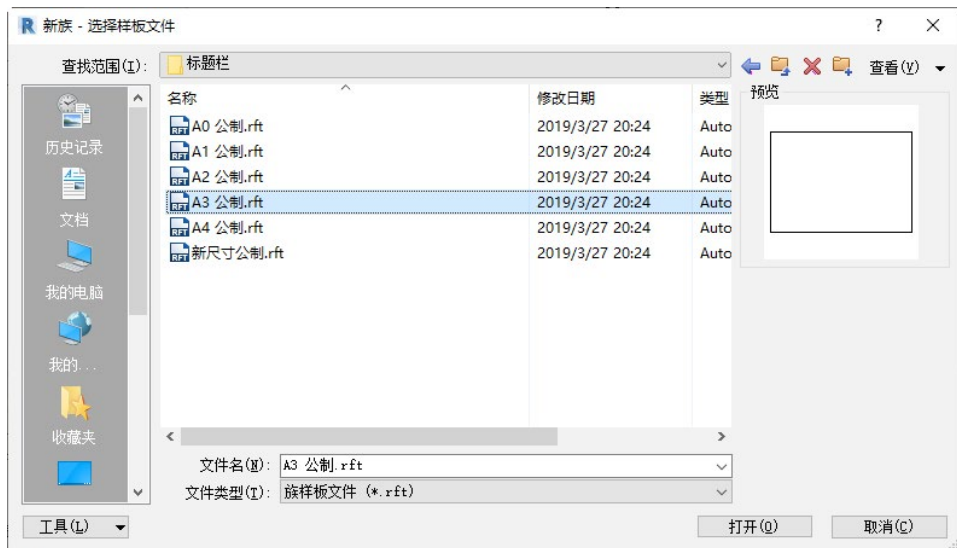

图 3-24 “新族 - 选择样板文件”对话框
(1) 在主页中单击“族”→“新建”或单击“文件”程序菜单→“族”→“新建”命令，打开“新族 - 选择样板文件”对话框，选择“标题栏”文件夹中的“A3 公制.rft”为样板族，如图 3-24 所示，单击“打开”按钮进入族编辑器，视图中显示 A3 图幅的边界线。